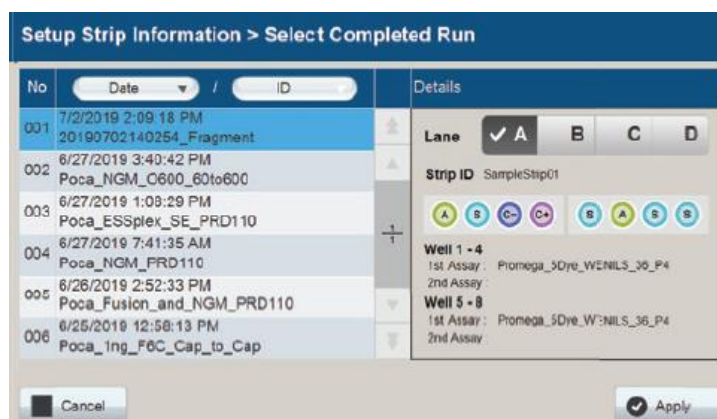

図 72 Select Completed Run 画面
2. 画面左側のリスト（図 72）から希望するランを選び、**Apply** を選択します。これにより、選択したランの情報が表示された **Setup Strip Information** 画面に戻ります。
- b. セクション 5.3 で作成した Run ID が、図 72 の完了したランのリストから選択したものと異なることを確認してください。